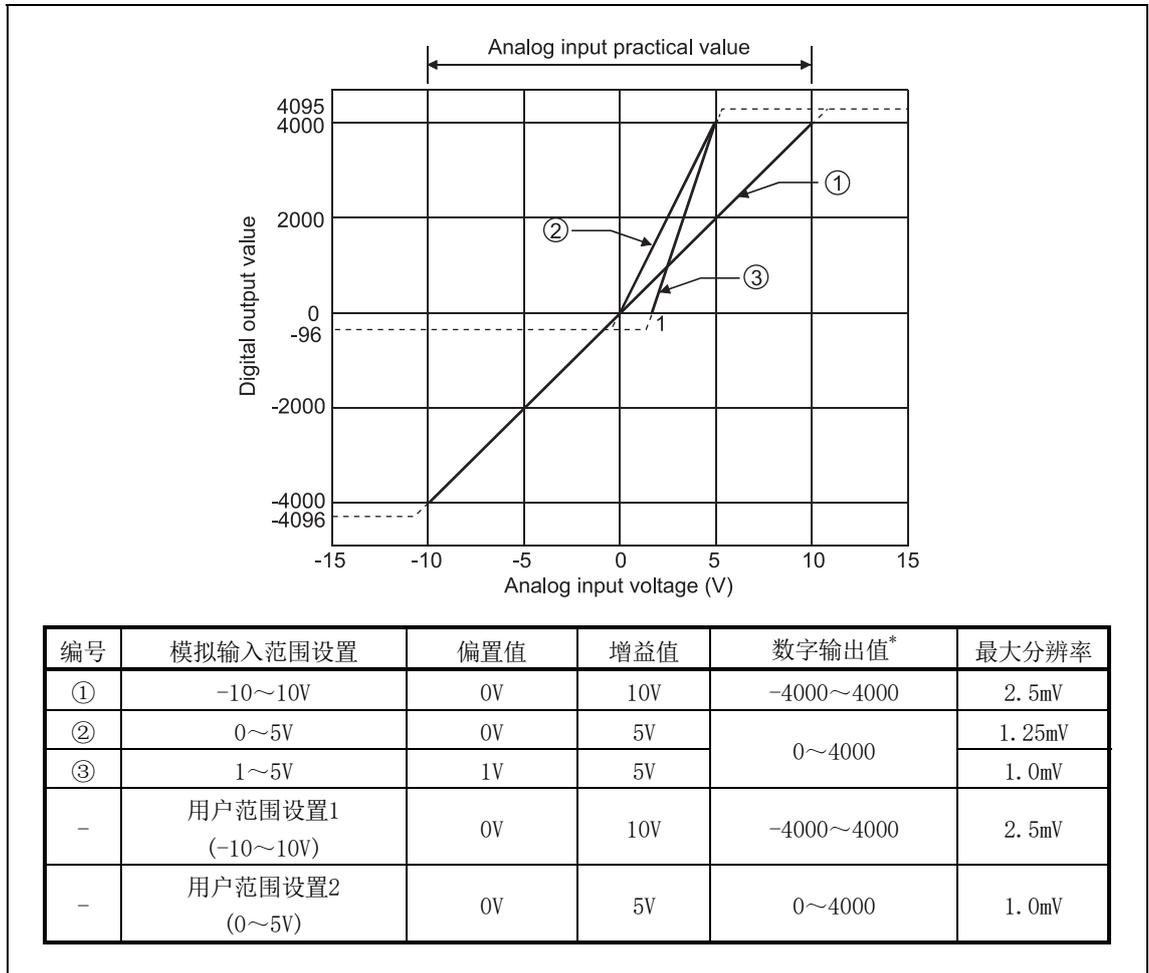

图3.1 电压输入特性
<p>(1) 请勿输入±15V及其以上的电压。否则，可能会破坏元件。</p> <p>(2) 模拟输入值超出*的数字输出值范围时，数字输出值将固定为最大或最小。</p> <ul style="list-style-type: none">• 0~4000的情况下，数字输出值在-96~4095的范围内。• -4000~4000的情况下，数字输出值在-4096~4095的范围内。 <p>(3) 在各输入范围的模拟输入范围及数字输出范围内时，最大分辨率、精度在性能规格的范围內，如果超出该范围，可能无法达到性能规格的精度。(请勿使用图3.1的虚线部分。)</p> <p>(4) 用户范围设置的偏置值及增益值应在满足下述条件的范围内进行设置。</p> <ul style="list-style-type: none">(a) 选择用户范围设置1时的设置范围：-10~10V(b) 选择用户范围设置2时的设置范围：0~5V(c) (增益值) > (偏置值) <p>超出(a)或(b)的设置范围设置的情况下，“RUN”LED以0.5s间隔闪烁。应将设定值设置为设置范围内的值。</p> <p>超出(c)的条件设置的情况下，“RUN”LED以0.5s间隔闪烁。应重新进行设置。</p>